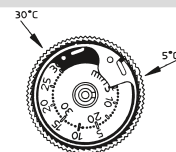

Fig. 2
- Drehen gegen den Uhrzeigersinn. Es gelten die außen liegenden Zahlen der Skala! Kugelschreiberspitze in Loch einsetzen und roten Ring linksherum auf 23°C drehen (max.-Skala Fig. 2).